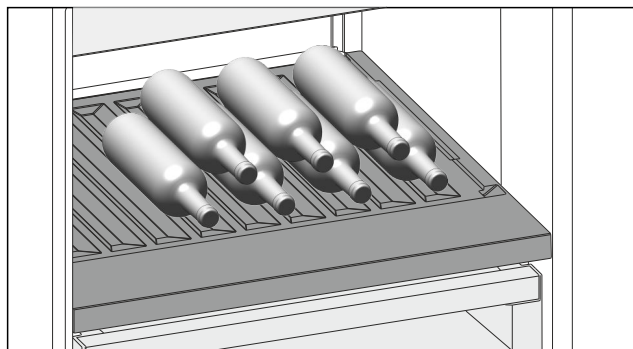

Fig. 165 Beispielhafte Darstellung
- Flaschen mit dem Boden nach hinten zur Rückwand einlegen. (siehe Fig. 165)